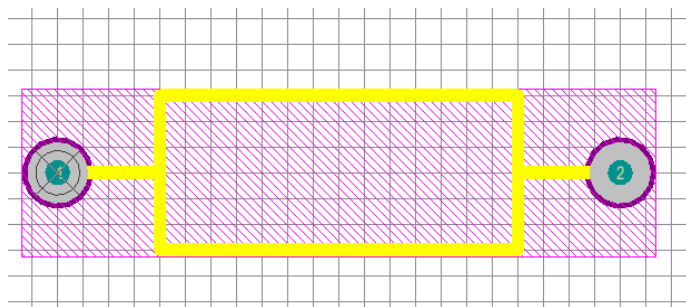

Рис. 3.22
7) Створіть 3D модель корпусу запобігача аналогічно до пунктів 9-15 створення транзистора. Висоту корпусу встановіть рівною 3 мм. Полігон 3D корпусу, намалюйте таким, щоб він перекривав позначення корпусу та посадкові місця але при цьому був мінімально можливого розміру. Результат зображений на рис. 3.22.